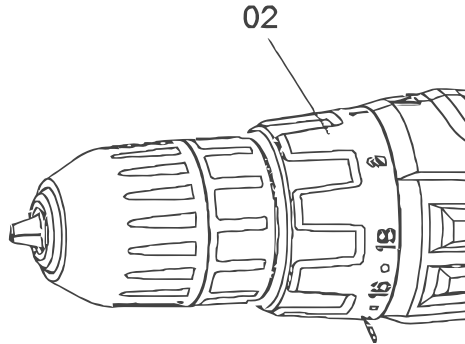

Fig. 9 – Ajuste de torque
As Parafusadeiras/ Furadeiras PFV VONDER possuem 18 posições de ajuste de torque, Fig. 9, que devem ser regulados de acordo com cada função que o usuário irá realizar. Destas posições a posição 1 é a posição com menor torque e consequentemente a posição 18 é a posição que possui o maior torque. Para selecionar estes torques basta girar o seletor de torque 2 até a posição desejada.
Para operações onde o operador irá realizar furos deve ser selecionado função furar na máquina, para isto basta girar o seletor de torque, item 2 da Fig. 9, para a função furar, representada pelo símbolo , da parafusadeira/furadeira.